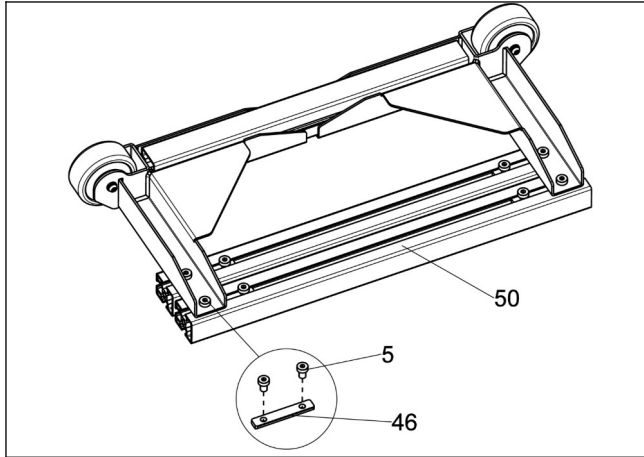

Abb.5
a. Drehen Sie die Bockrollen-Baugruppe „A“ auf dem Boden um, lösen Sie die Schrauben „5“ und entfernen Sie die langen Seitenholme „50“ und die Sperrblöcke „46“. (siehe **Abb.5**)